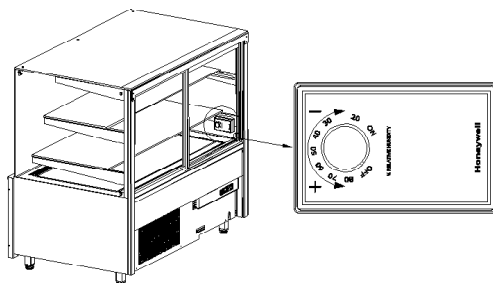

Рис.7 Гигростат
- В витринах, оснащённых гигростатом, (не относится к терм. Carel) можно установить требуемую влажность внутри устройства с помощью вращающейся ручки Рис.7(стр.38). В диапазоне температур от 10°C до 15°C существует возможность контролирования влажности воздуха в пределах от 30 до 80%.
Гигростат служит для контролирования влажности, если температура внутри витрины будет находиться в диапазоне от 10°C до 15°C. С помощью ручки регулятора гигростата устанавливается желаемая влажность воздуха в витрине в диапазоне от 30 до 80%, с помощью вращения Рис.7 (стр.38) и установки её в соответствующем положении. Вращение ручки регулятора по часовой стрелке вызовет снижение установленной влажности воздуха, а в обратном направлении – её повышение. Вращение ручки влево до крайнего положения вызовет выключение гигростата, вне зависимости от подключения питания.